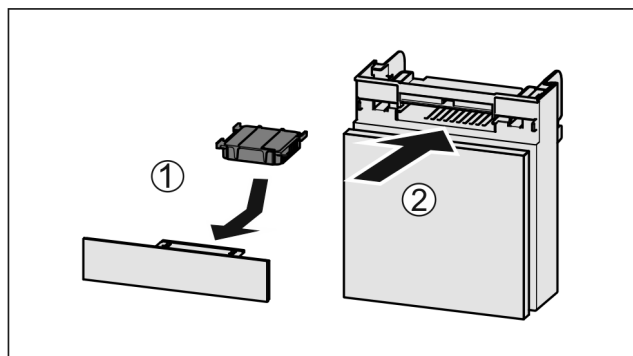

Fig. 56
- ▶ Actiefkoolfilter overeenkomstig afbeelding aanbrengen Fig. 56 (1).
- ▶ Lade erin schuiven Fig. 56 (2).